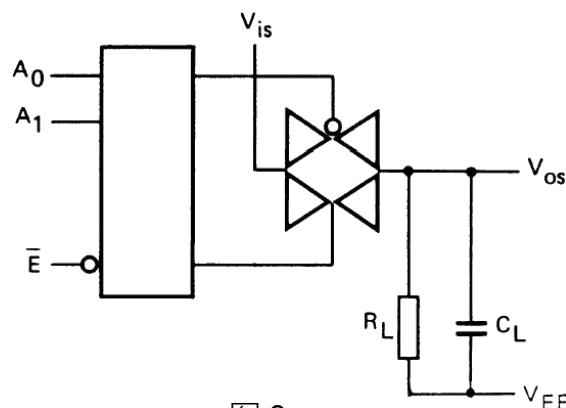

图 3
1. $R_L=10K\Omega$ 到 V_{EE} ; $C_L=50pF$ 到 V_{EE} ; $\bar{E} = V_{SS}$; $V_{is}=V_{DD}$ (方波); 如图 3 所示
2. $R_L=10K\Omega$; $C_L=50pF$ 到 V_{EE} ; $\bar{E} = V_{SS}$; $S_n=V_{DD}$ (方波); $V_{is}=V_{DD}$ 和 R_L 到 V_{EE} 用来测量 t_{PLH} ; $V_{is}=V_{EE}$ 和 R_L 到 V_{DD} 用来测量 t_{PHL} ; 如图 3 所示
和 R_L 到 V_{DD} 用来测量 t_{PLZ} 和 t_{PZL} ; 如图 3 所示
6. $R_L=10K\Omega$ 到 V_{EE} ; $C_L=15pF$ 到 V_{EE} ; $\bar{E}$ 或 $S_n=V_{DD}$ (方波); 干扰是 $|V_{os}|$ (峰值); 如图 3 所示